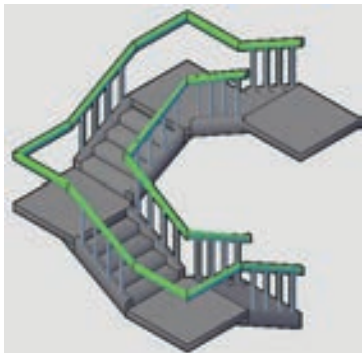

图 6-44 三维效果
3) 将当前视图转换为“西南等轴测视图”，观察矩形转角楼梯的三维效果，如图 6-44 所示。